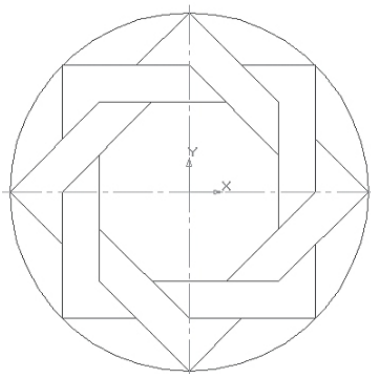

Рис. 4.11.
2. Видалить допоміжні прями рис. 4.11: